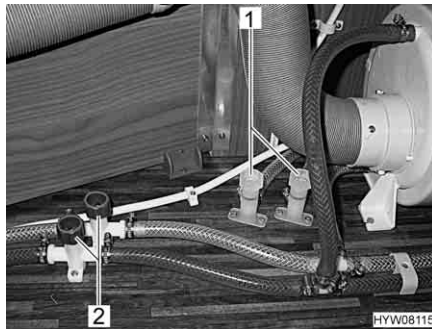

Fig. 134 Rubinetti di scarico per scaldacqua
- Chiudere tutti i rubinetti di scarico. Ruotare i coperchi (Fig. 134,1 e 2) in senso orario.
- Aprire tutti i rubinetti di scarico. A tal fine ruotare i coperchi (Fig. 134,1 e 2) in senso antiorario.